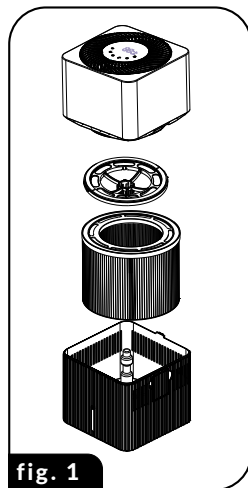

fig. 1
4. Fjern huset til apparatet (3), fjern låseringen til flottøren (4) og deretter filteret (6) - se Fig. 1. Fjern beskyttelsesfilmen (hvis den finnes på filteret) og sett det tilbake i tanken (10). Monter flottørens ring og enhetens hus igjen (3). Hus (3) passer kun til vanntanken (10) i én posisjon.
5. Hell vann i tanken (10).